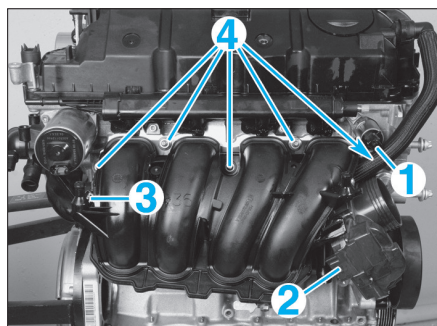

FIG. 55
- Débrancher les connecteurs (1), (2) et (3) (Fig.55).
- Déposer les vis (4) du répartiteur.